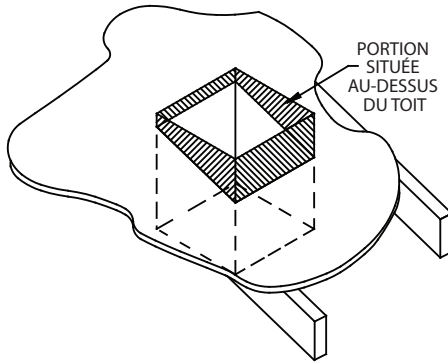
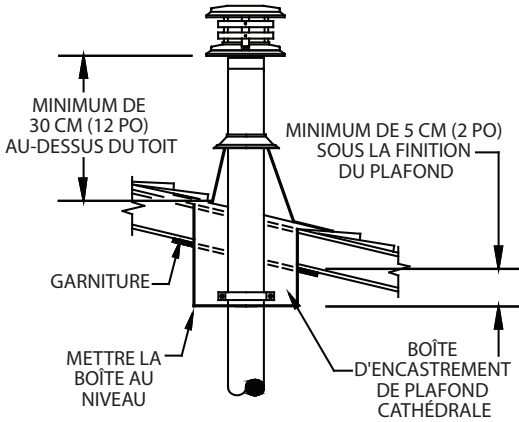

Figure 30
Figure 31
6. Introduire le boîtier de support dans le toit comme illustré à la (**Figure 30**) et le placer afin que sa base dépasse d'au moins 5 cm (2 po) sous la face inférieure de votre ouverture dans le plafond fini (**Figure 31**). Aligner le boîtier de support verticalement et horizontalement à l'aide d'un niveau. Agraffer temporairement le boîtier de support en place dans les murs intérieurs et le voligeage.